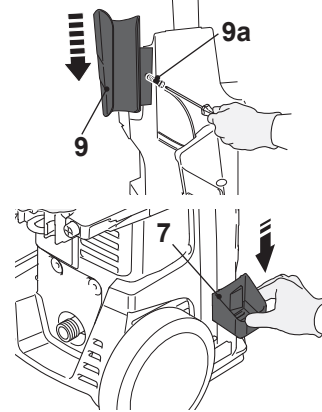

Fig. 2
- > Glisați suportul superior al pistolului de pulverizare (9) pe produs și fixați-l cu șurubul (9a) (Fig.2).
- > Atașați la produs, suportul inferior al pistolului de pulverizare (7). Asigurați-vă că este introdusă corect.